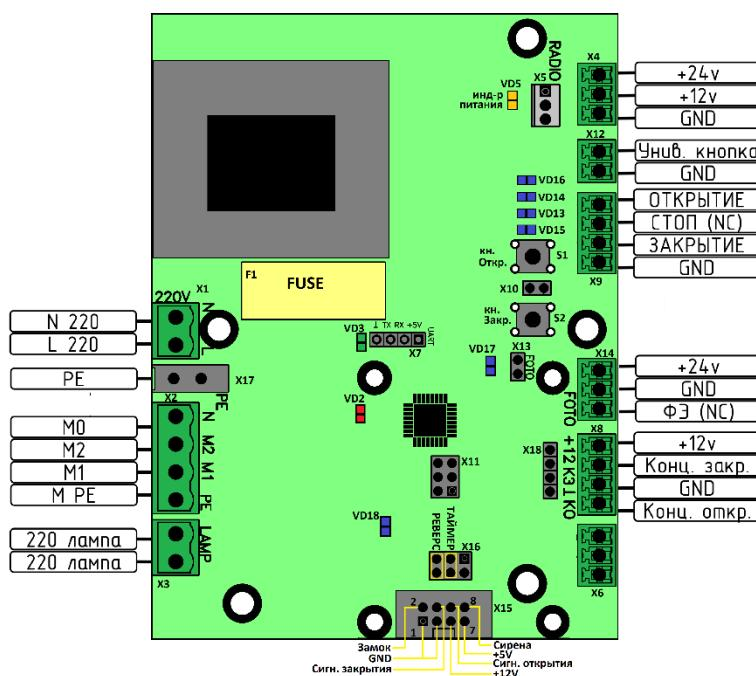

Рисунок 7
Питание шлагбаума однофазное, подключается к разъему X17 (см. Рисунок 7)
Фотоэлементы подключаются к разъему X14 (см. Рисунок 7). Питание фотоэлементов – 24В. Управляющий сигнал – нормально замкнутый. При срабатывании фотоэлемента в открытом положении – шлагбаум не будет закрываться, игнорируя любые команды, при этом светодиод VD17 гореть не будет.
При срабатывании фотоэлемента во время закрытия – закрытие прекратится и шлагбаум откроется. При отсутствии фотоэлементов на переключателе X13 (см. Рисунок 7) должен быть установлен джампер. При отсутствии перемычки шлагбаум не будет закрываться.
Подключается к разъему **X9** (см. Рисунок 7)
3. Блок перейдет в режим настройки задержки таймера. Количество миганий индикаторов открытия и закрытия (см. Рисунок 7) отобразится текущее время задержки в секундах кратное 5. (3 мигания – 15 секунд)